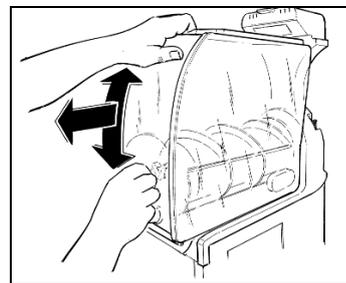

Fig. 2
- Déplacer délicatement le bac comme le montre la figure 2 tout en le tirant vers vous afin de pouvoir le libérer de son emplacement.